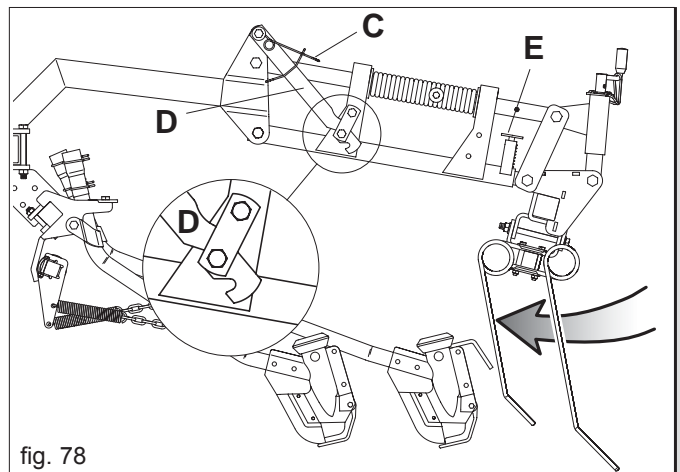

fig. 78
Para el transporte por carretera, los dientes de la grada cubresemillas deben estar orientados hacia abajo (Fig. 78).
- 2) Levante la grada cubresemillas hasta enganchar la palanca (D Fig. 78).
- 3) Levante el perno (E Fig. 78) y deslice la grada hasta que el perno vuelva a engancharse automáticamente (E Fig. 78).